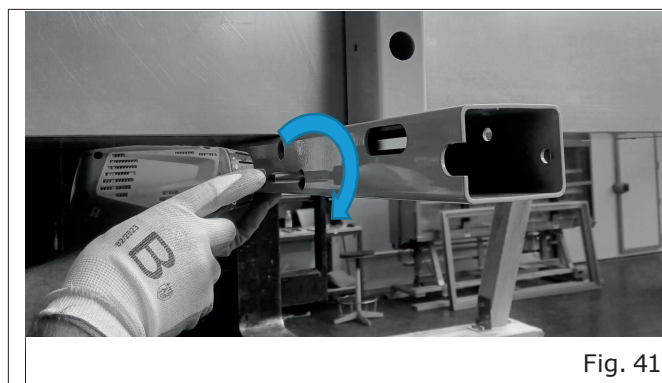
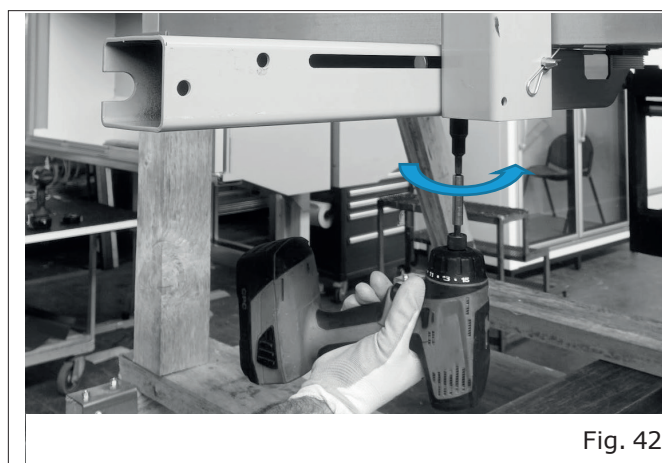
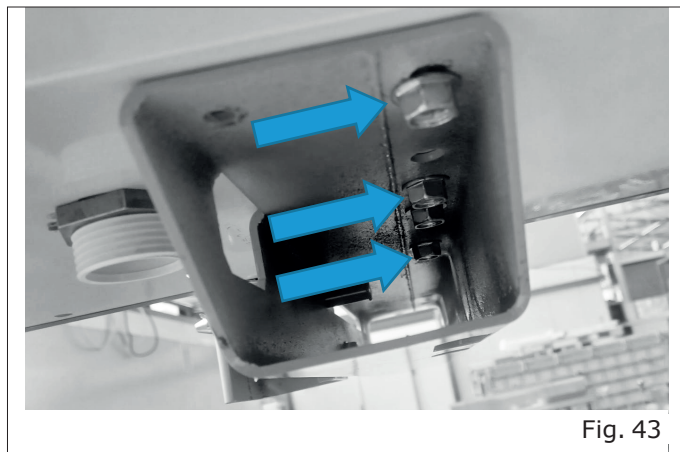

Fig. 41
Fig. 42
Fig. 43
- Fissare il longherone al montante verticale, tenendolo livellato al fondo del banco ("Fig. 41") e successivamente fissarlo sotto la vasca del banco ("Fig. 42" e "Fig. 43", "Pag. 30").